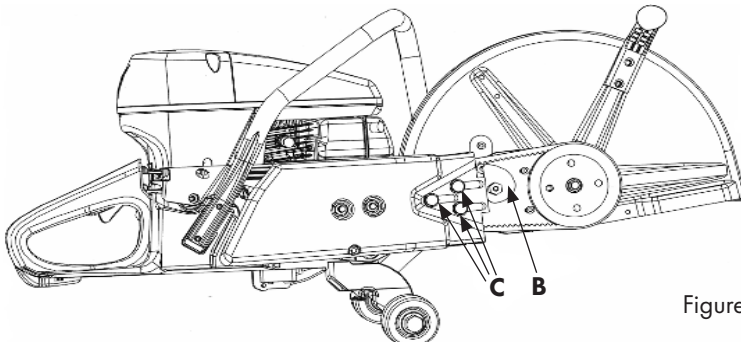

Figure 16
- Desserrez les deux vis (A), ill. 15.
- Tournez la vis de serrage (B) de manière à ce que l'écrou (C) se trouve directement sous la flèche sur le couvercle, fig. 16.
- Serrez bien les deux vis (A).